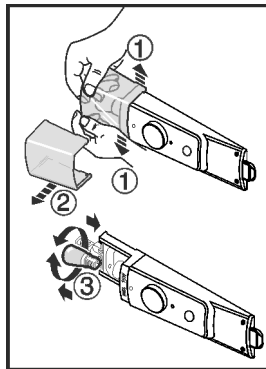

Fig. 12
- Lampafdekking volgens het voorbeeld, aan de binnenzijde in het voorste bereik uit elkaar drukken Fig. 12 (1) en opzij wegtrekken Fig. 12 (2).
- De lamp vervangen. Fig. 12 (3)